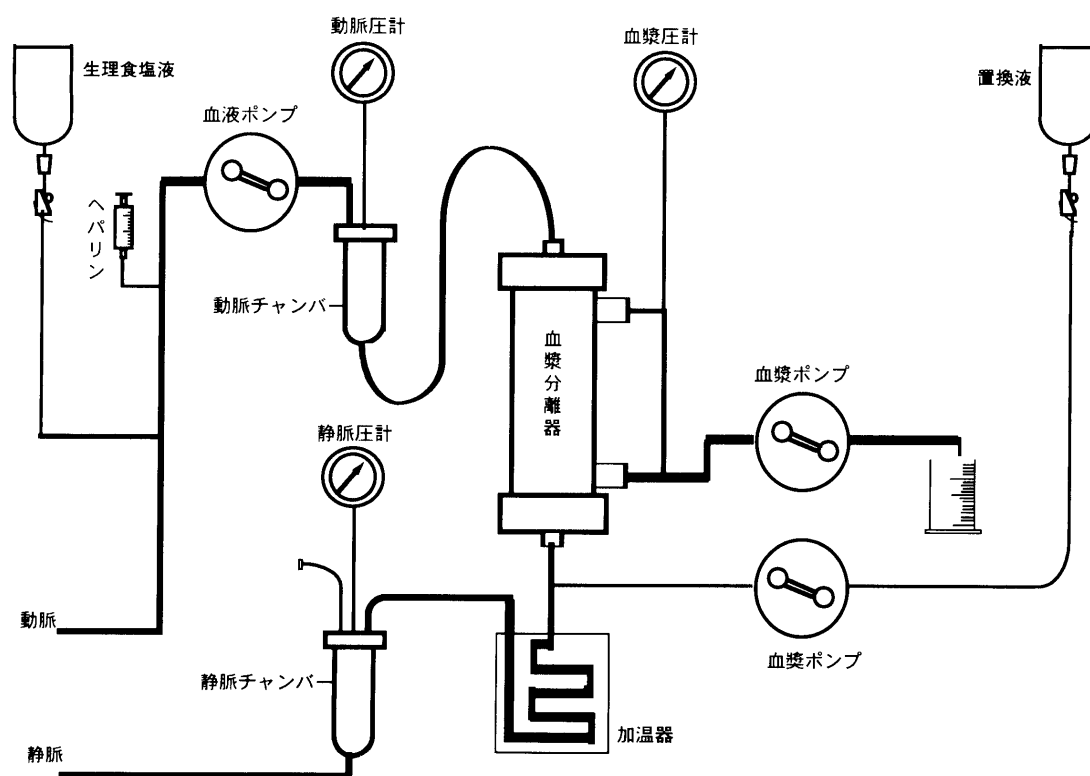
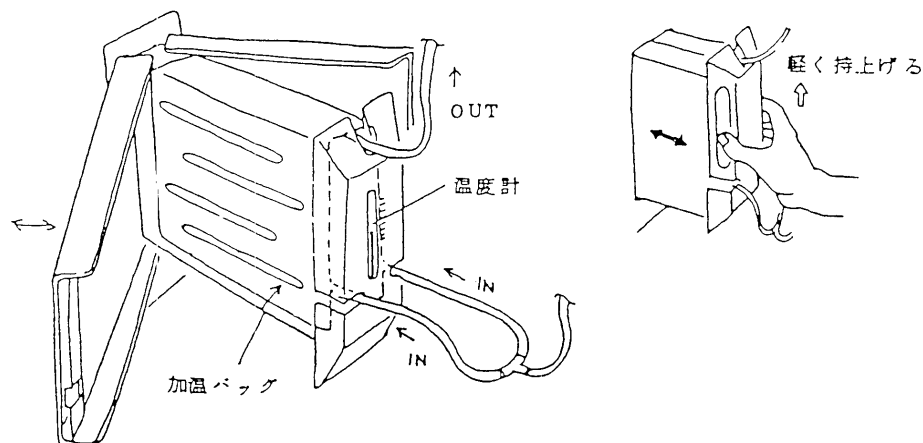

図3 単純血漿交換法：回路構成
図4 加温バッグの装置
- ①血液回路（回路番号 PT-500）
- ②血漿分離器
- ③生理食塩液 3,000 ml
- ④ヘパリン添加生理食塩液 1 l（ヘパリン 3～5 ml）
- ⑤抗凝固薬
- ⑥置換液：FFP またはアルブミン溶液（25%アルブミンと乳酸リンゲル液を混合し 4～7%にする）
4.1.3 組立（図3）
- ①血漿分離器をセットする。
- ②動脈チャンバー、回路をセットする。血漿分離器にマークしてある赤側と回路先端の赤側を接続する。
- ③静脈チャンバー、回路をセットする。血漿分離器にマークしてある青側と回路先端の青側を接続する（血液側回路の装着終了）。
- ④水色と茶の血漿採取ラインを血漿分離器の水色と茶色のマークしてある部位に接続する（血漿側回路の装着終了）。
- ⑤加温バックを装着：加温器を軽く持ち上げ引出す。左右のカバーを開きバックを図4の様に装着し加温器を元に戻す。
- ⑥血液ポンプ、血漿ポンプにはローリングチューブをセットしない。
最終的には、図3に示す様な回路と血漿分離器の構成になる。